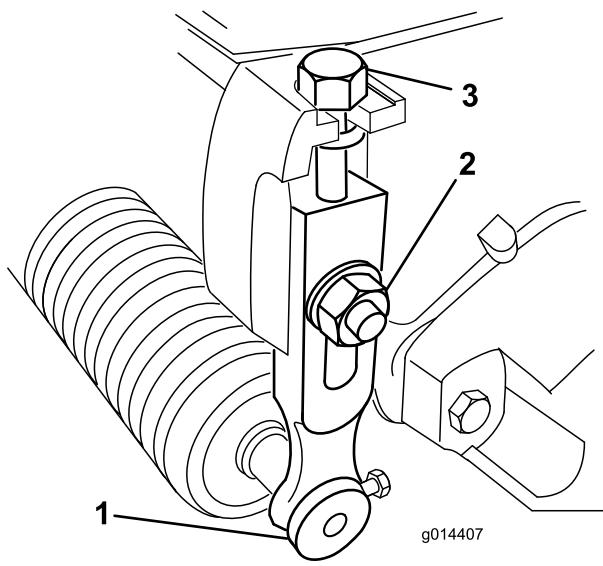

図9
- 刈り高アームをカッティングユニットのサイドプレートに固定しているロックナットをゆるめる(図9)。